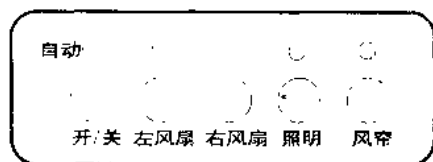

图1 主控操作面板
1. 轻触按键方便可靠 左、右风扇,风帘风扇及照明灯采用独立轻触键控制,与机械开关相比,不会因油烟油污而接触不良,寿命长且面板易清洁。有些用逻辑电路搭成的控制器不能单独关掉某一风扇或照明灯,而SF200无此限制。主控操作面板如图1所示。